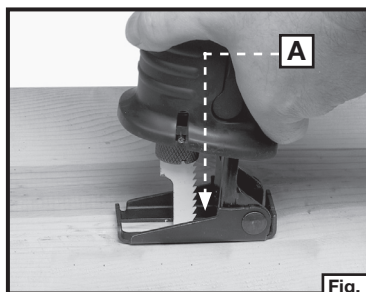
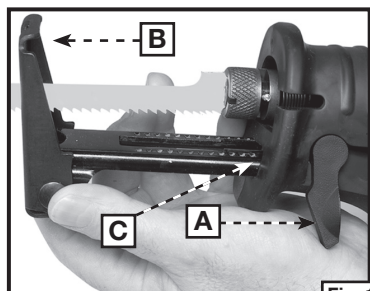

Fig. 11
Fig. 12
La Modelo 750 son suministrados con un cambio sin llaves de Quick-Change™ girando zapato de guía. La zapata (A) Fig. 11 sirve de apoyo durante los cortes. Su movimiento giratorio permite la inclinación gradual de la sierra hasta llegar a la posición perpendicular mientras se mueve hacia el operario.
Para ajustar, girar (A) Fig. 12 de palanca liberar el girando zapato (B) de guía. Ajuste a la posición deseada y cierre palanca (A) Fig. 12. El Cambio sin llaves de Quick-Change™ girando zapato de guía se diseña con un labio (C) Fig. 11 levantado en el fin que previene el zapato de la guía de cerrar en la posición si se extiende fuera también lejos. Después que ajustar, se cerciora la palanca que cierra es encerrada completamente el (A) Fig. 12 cerrado de la posición.